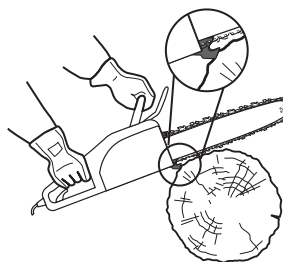

Fig.21
- Attendez que la chaîne [3] tourne à plein régime avant de commencer à couper. Avant de commencer la coupe, posez la tronçonneuse sur le bois en l'appuyant sur la griffe d'abattage [6], puis servez-vous de la griffe d'abattage comme point de levier au cours de la coupe (Fig. 21).